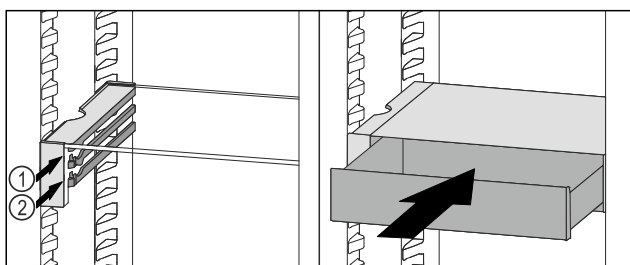

Fig. 81
- ▶ Установите выдвижной ящик VarioSafe за стопоры на требуемый выступ Fig. 81 (1) или Fig. 81 (2).